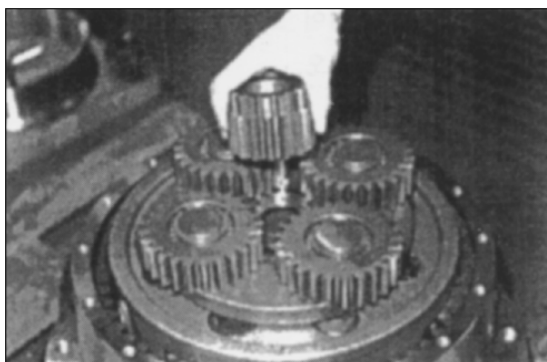

Рис. 113
23. Переверните корпус и установите центральное зубчатое колесо второй передачи. Рис. 113.